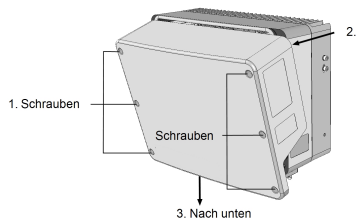

Abbildung 18: Entfernen der Wechselrichterabdeckung
5. Öffnen Sie die Abdeckung des Wechselrichters (siehe *Abbildung 18*).